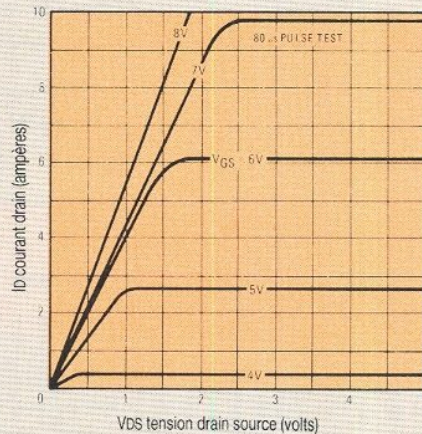

Figure 10 : Caractéristiques de saturation typiques de l'IRF Z 12.
La **figure 10** donne les courbes de saturation typiques de l'IRF Z 12 exprimant les relations entre Tension Drain-Source, Tension Gate-Source, et courant résultant Drain-Source dans les basses valeurs d'alimentation Drain.
- 0,3  $\Omega$  est la  $R_{DS}$  (ON) maximale à froid, elle augmente à haute température mais nous avons mesuré 0,25  $\Omega$  typiques sur nos applications infrarouges 4,5 A.
- La Gate de commande peut être assimilée à un simple condensateur  $C_{GS}$  de 420 pF au maximum pour l'IRF Z 12 ( $V_{DS} = 25$  V ET  $F = 1$  MHz). La tension de Gate est à faible seuil, avec l'avantage d'un fonctionnement « toutes logiques » comme l'indique la **figure 10** (de 0 à 5 V en  $V_{DS}$ ).